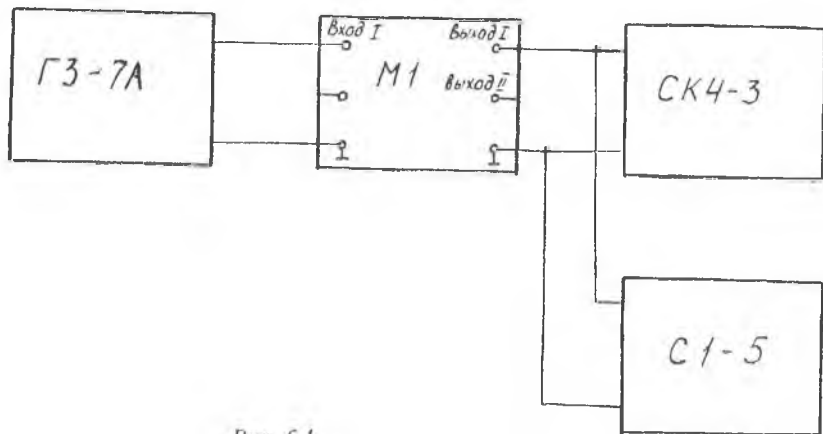

Рис. 6.1.
Блок-схема лабораторной установки приведена на рис. 6.1., а принципиальная схема лабораторного макета на
1. Собрать установку согласно блок-схемы рис. 6.1.